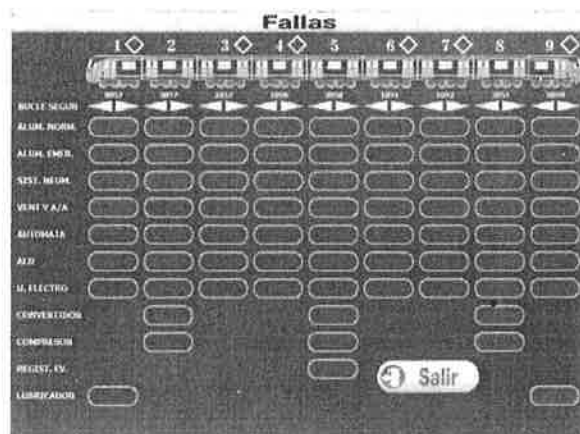

Figura 7. Pantalla de fallas con señalización de falla alumbrado emergencia.
Figura 7. Pantalla de fallas con señalización de falla alumbrado emergencia.	7
- Verificar si en la PC, en la cabina que tiene mandos dentro de la pantalla **FALLAS**, la señalización de **falla alumbrado emergencia** en uno o más carros como la Figura 7.